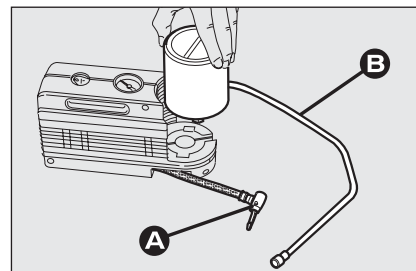

fig. 14
- disinserire l'innesto **A**-**fig. 14**;